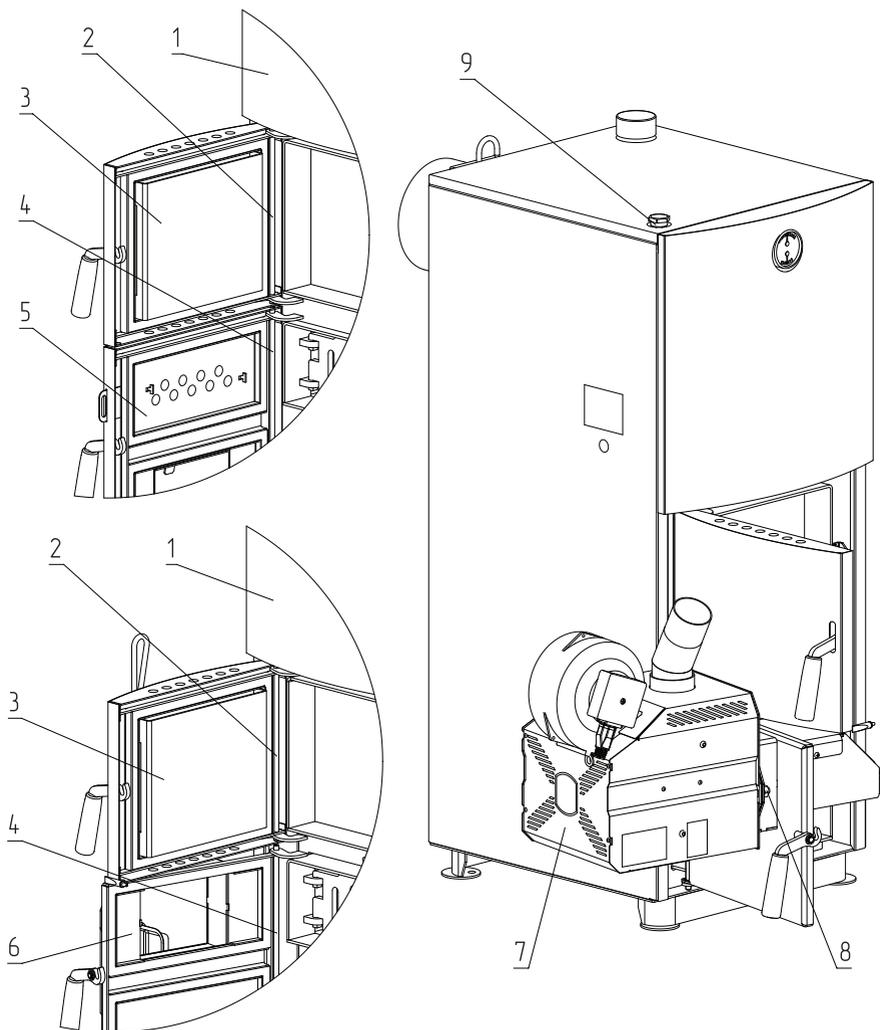

Рис.13 Порядок установки ZOTA «FOX» на твердотопливные котлы ZOTA Mix 40 и ZOTA Mix 50
- Снимите панель (**Рис.13, поз.1**);
- Извлеките ось (**Рис.13, поз.2**);
- Снимите дверцу загрузочную (**Рис.13, поз.3**);
- Извлеките ось дверцы зольной (**Рис.13, поз.4**);
- Снимите зольную дверцу (**Рис.13, поз.5**);
- Установите адаптер горелки (**Рис.13, поз.6**);
- Зафиксируйте его осью (**Рис.13, поз.4**);
- Установите дверцу загрузочную (**Рис.13, поз.3**);
- Установите ось загрузочной дверцы (**Рис.13, поз.2**);
- Установите на место панель (**Рис.13, поз.1**);
- Установите горелку (**Рис.13, поз.7**) на котел;
- Зафиксируйте горелку гайками (**Рис.13, поз.8**);
- Для установки гильзы под датчики температуры и перегрева снимите пробку или тягорегулятор (если установлен) и установите гильзу (**Рис.13, поз.9**) в освободившееся отверстие.